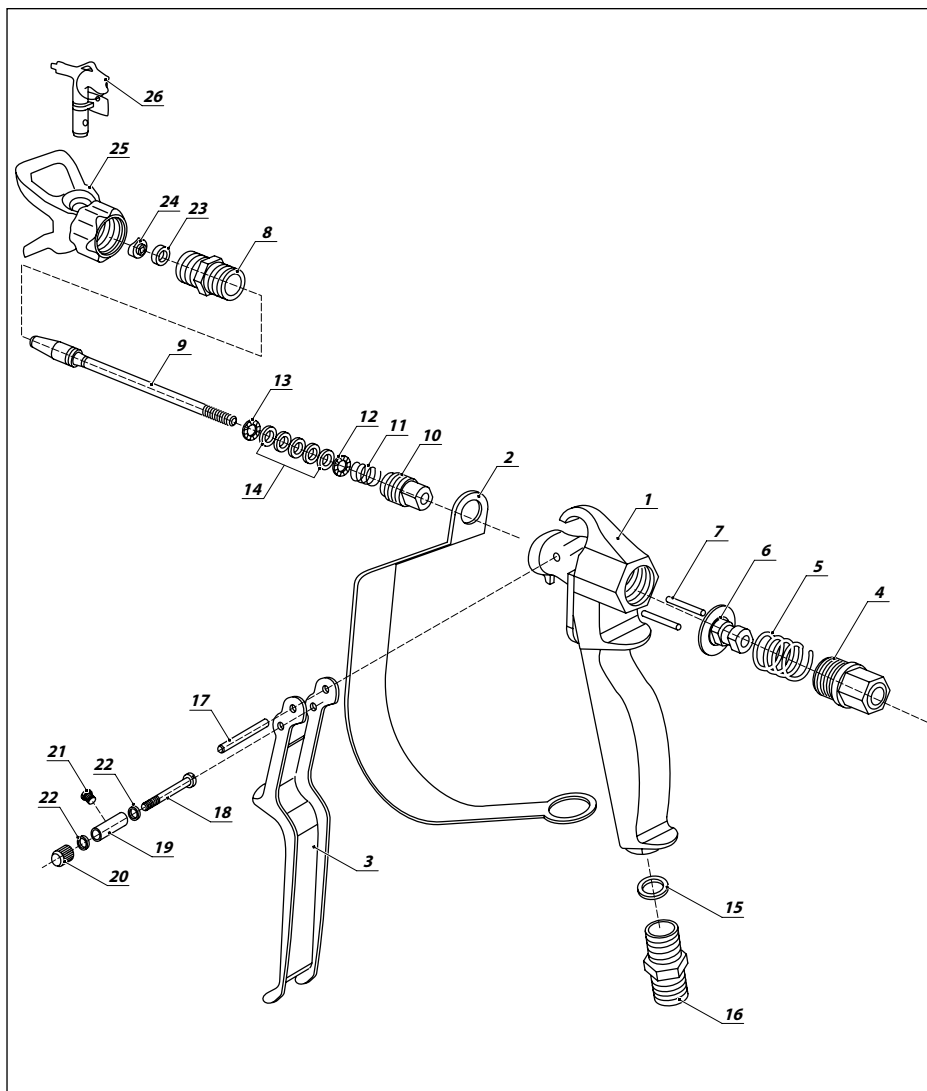

Рис. 8.1.
Деталировочный чертеж краскораспылителя — см. рис. 8.1.
2. Снимите соплодержатель (25) и распылительное сопло (26) (рис. 8.1).
3. Открутите седло иглы запорной (8).
4. Открутите пробку (4).
5. Открутите фиксатор иглы запорной (10), вращая фиксатор-упор (6).
9. Соберите краскораспылитель в обратном порядке. Затяжку седла иглы запорной (8) производите с усилием 14 Нм.